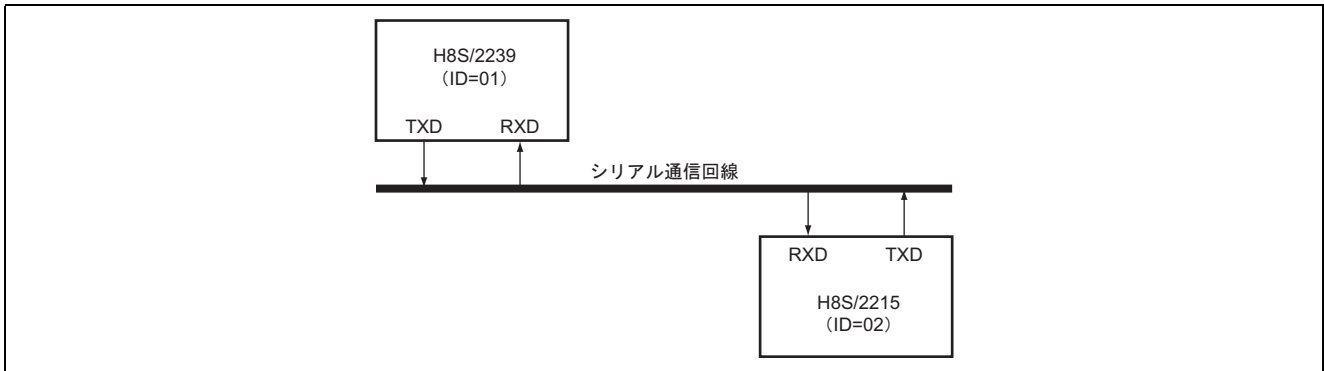

図 1 マルチプロセッサ機能を使用した調歩同期式 SCI ブロック図
- (1) 図 1 に示すように H8S / 2239 と 2 つの H8S / 2215 間でシリアル通信回線を共有したデータの送受信を行います。
- (2) H8S / 2239 が送信局の場合、H8S / 2215 へデータを送信し、H8S / 2215 は自局へのデータのみ受信します。受信局の場合、自局の ID と比較し一致した場合データを受信します。
- (3) データは 38400BPS、8 ビットデータ、1 ストップビットおよびノンパリティで送受信します。